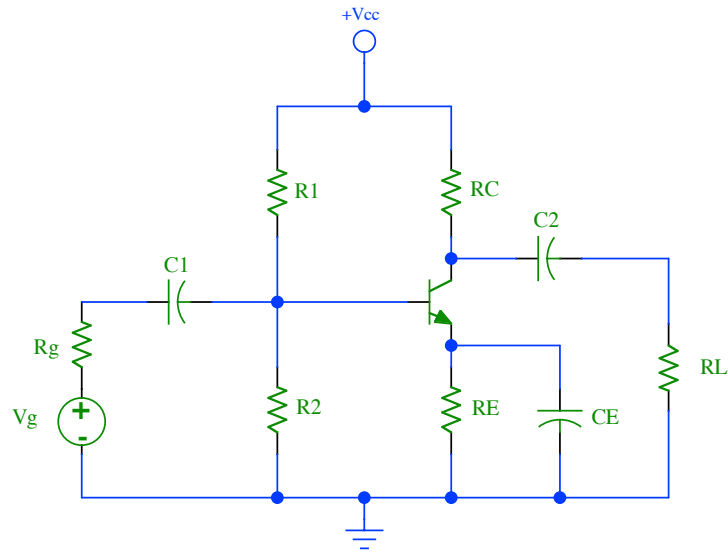

Figura 5.1: Amplificador en configuración *Emisor-Común* con capacitor C_1 para compensación de ganancia ($C_2 = C_E = \infty$).
1. Arme el circuito mostrado en la figura 5.1 empleando los valores de componentes calculados en la práctica 3.